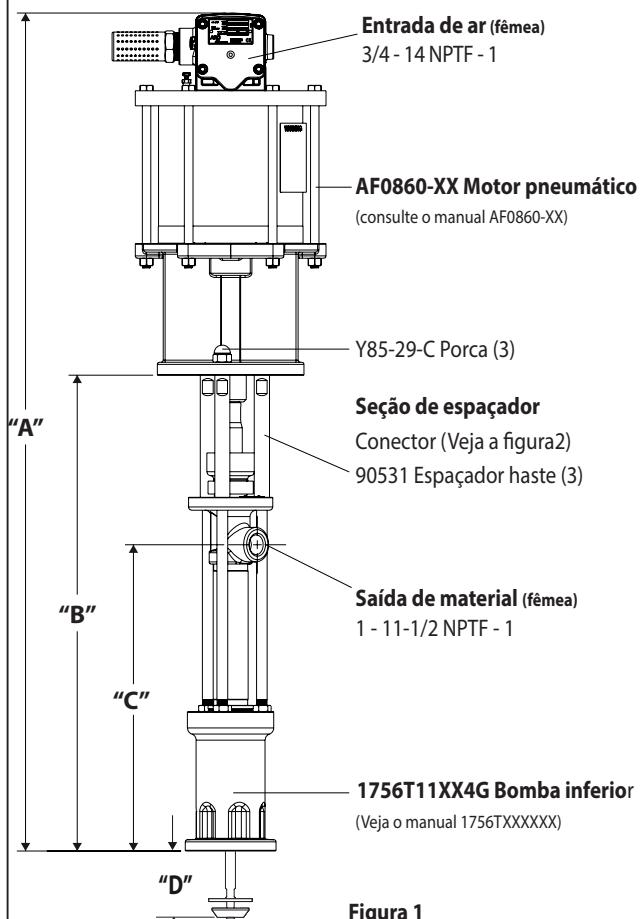

Figura 1
- Remova as três porcas (Y85-29-C) das três hastas (90531) espaçadoras (Ver Figura 1).